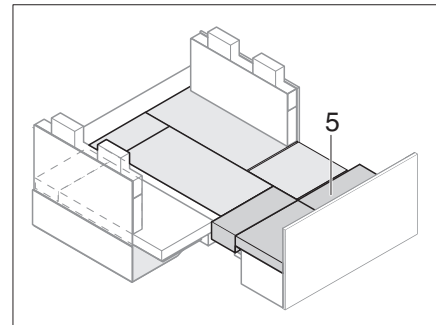

Fig. 219 Après l'agrandissement
- Insérer le coussin supplémentaire (Fig. 219,5).